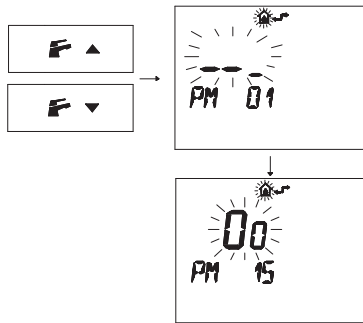

Figura 5.25
- Pulse los botones  o  para visualizar la programación "PM15" para la habilitación de la sonda externa (Figura 5.25).